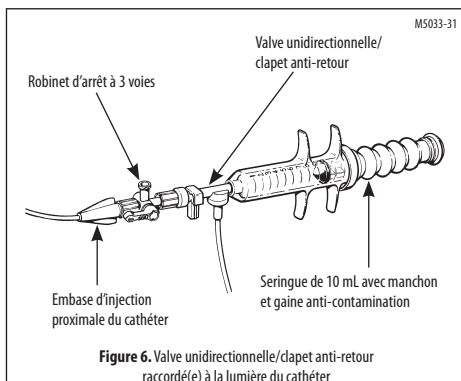

Figure 6. Valve unidirectionnelle/clapet anti-retour raccordé(e) à la lumière du cathéter
1. Vérifier l'absence d'air dans le trajet des fluides. Relier la valve unidirectionnelle/le clapet anti-retour au robinet d'arrêt fermant la lumière du cathéter d'injection (voir Fig. 6).